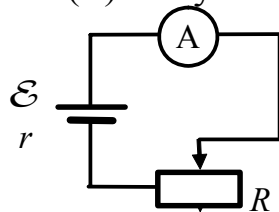

Рис. 2.3.4
Лабораторная установка состоит из источника тока, амперметра и магазина сопротивлений. Соединение приборов осуществляется по схеме, показанной на рис. 2.3.4. Сопротивление, набранное на магазине с помощью декадных переключателей, является сопротивлением нагрузки. При измерениях исследуется зависимость силы тока в цепи от сопротивления нагрузки $I(R)$. Результаты заносятся в таблицу.
2. Собрать цепь по схеме на рис. 2.3.4. С помощью декадных переключателей на магазине сопротивлений установить первое значение сопротивления нагрузки. После проверки схемы преподавателем включить питание источника тока.